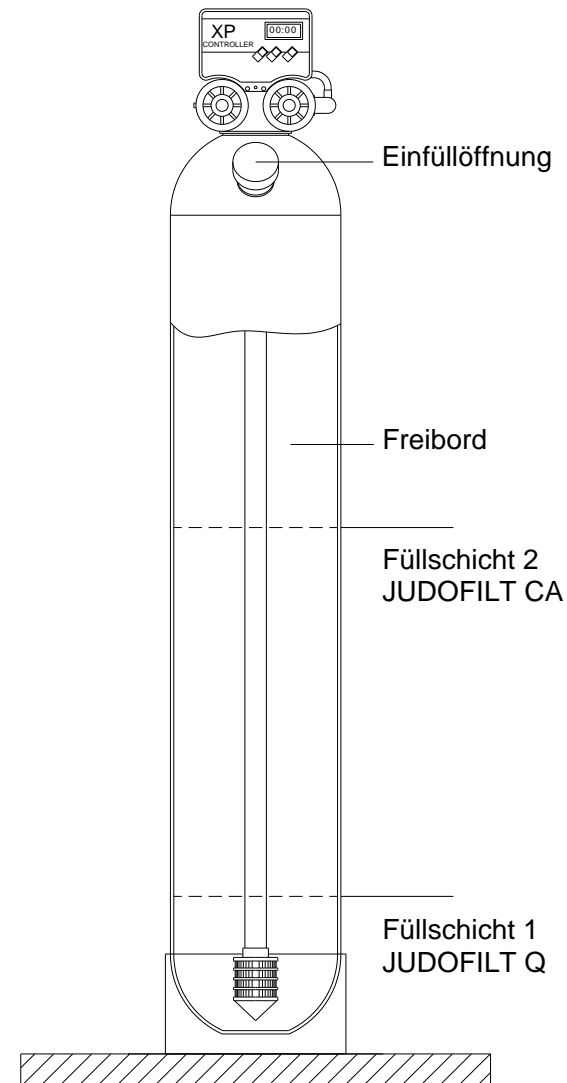

Abb. 6: Füllschema JEF-S 2-6 K-A
3. Mitgeliefertes Filtermaterial einfüllen, Reihenfolge, Körnung und Menge nach Tab. 4 und Abb. 6 beachten.
5. Meterstab senkrecht durch die Einfüllöffnung bis an die Oberfläche des Filtermaterials führen und Freibordhöhe an der Unterkante der Einfüllöffnung ablesen (siehe Abb. 6).